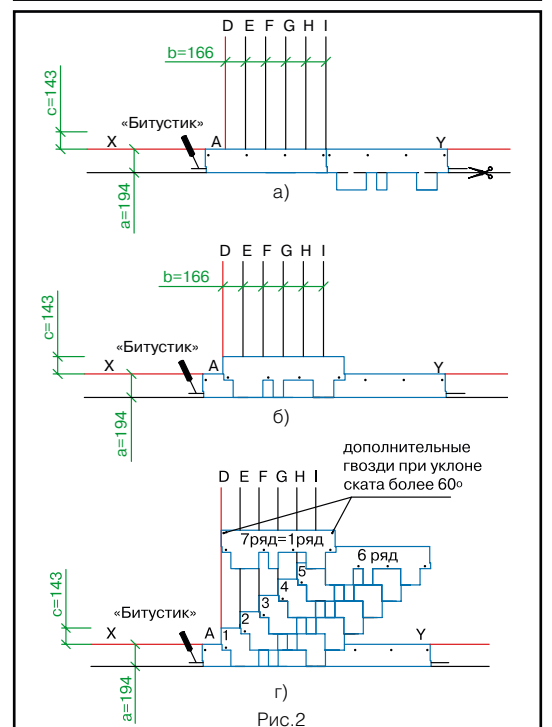

Рис. 2
Укладка материала (рис. 2)
- Начальный ряд формируется из листов черепицы ГОТИК с обрезанными лепестками. Полученные таким образом полосы шириной 19,4 см укладываются по линии карниза в обе стороны от линии I (рис. 2а) и фиксируются по нижнему краю битумной мастикой «Битустик», а по верхней кромке 4 гвоздями (ось гвоздей на 5 см ниже верхнего края полосы);
- далее первый ряд черепицы укладывается от линии AD (рис. 2б);
- второй ряд укладывается от линии E (со смещением 16,6 см от AD) (рис. 2в);
Каждый лист черепицы ГОТИК крепится 4 гвоздями таким образом, чтобы гвоздь прошивал и верхний край нижележащего листа черепицы (рис. 2в).